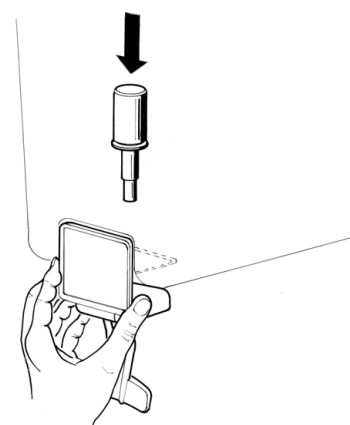

figura 6
- 3 **Rubinetto a gravità:** montare la leva di comando rubinetto e quindi infilare il pistone dotato della propria guarnizione (vedere figura 6).